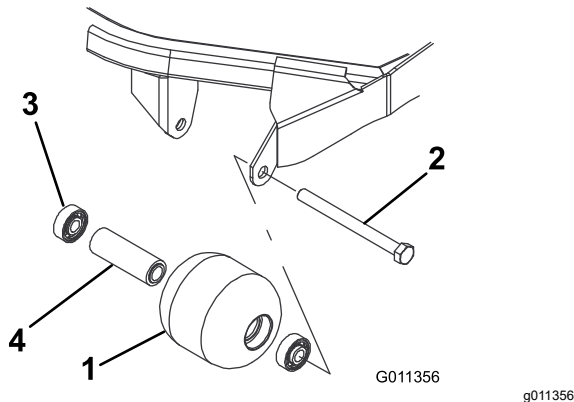

Bild 94
1. Entfernen Sie die Rollenbefestigungsschraube (Bild 94).
1. Drücken Sie das erste Lager in das Rollengehäuse (Bild 94). Drücken Sie dabei nur auf den äußeren Ring oder gleichmäßig auf die inneren und äußeren Ringe.
2. Setzen Sie ein Distanzstück ein (Bild 94).
3. Drücken Sie das zweite Lager in das Rollengehäuse (Bild 94). Drücken Sie gleichmäßig auf den inneren und äußeren Ring, bis der innere Ring das Distanzstück berührt.
4. Prüfen Sie das Rollengehäuse, die Lager und das Distanzstück auf Beschädigungen (Bild 94). Tauschen Sie alle beschädigten Teile aus und bauen Sie alles wieder zusammen.